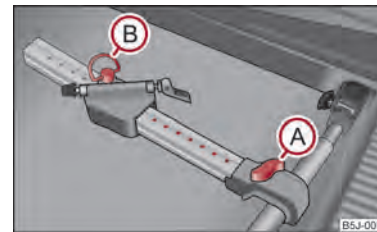

Fig. 54 Montarea suportului pentru bicicletă
- Așezați suportul pentru bicicletă autorizat pe suportul transversal, ridicați șurubul (A) ⇒ fig. 54 și împingeți suportul longitudinal (aluminiu) înspre suportul transversal până se fixează fixajul și rotiți șurubul (A) în piuliță.
- Desfaceți și scoateți șurubul (B) de pe partea mobilă a suportului pentru bicicletă, apoi fixați partea mobilă a suportului, în funcție de mărimea bicicletei, în una dintre cele trei poziții posibile.
- Introduceți șurubul (B) în poziția dorită și strângeți-l.